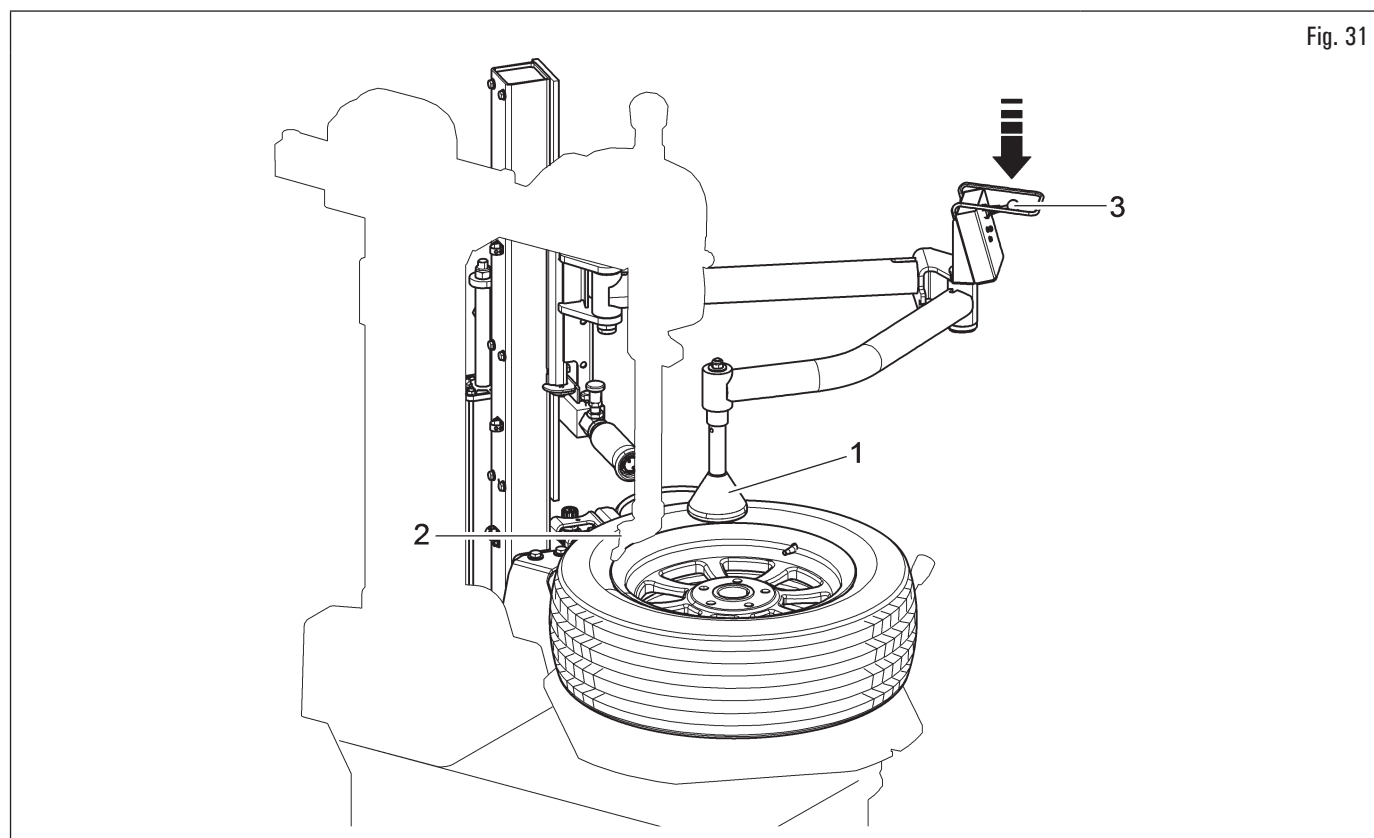

Fig. 31
1. Posizionare l'utensile premitallone (Fig. 31 rif. 1) come indicato in figura (non distante dalla testa utensile (Fig. 31 rif. 2). Abbassare lo pneumatico tramite l'utensile premitallone (Fig. 31 rif. 1) abbassando la leva dell'unità di comando (Fig. 31 rif. 3), fino a consentire un agevole posizionamento della testa utensile (Fig. 31 rif. 2). Dopodiché bloccare la testa utensile;
2. inserire la leva alzatallone (Fig. 31 rif. 1) tra lo pneumatico (Fig. 31 rif. 2) e la testa utensile (Fig. 31 rif. 3);
3. sollevare l'utensile premitallone (Fig. 31 rif. 4) del dispositivo sollevando la leva (Fig. 31 rif. 5);